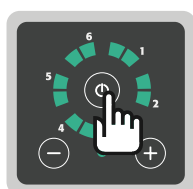

Fig. 13: Przycisk obsługowy WŁ./WYŁ.
5. Nacisnąć przycisk obsługowy „WŁ./WYŁ” na panelu sterowania (Fig. 13).